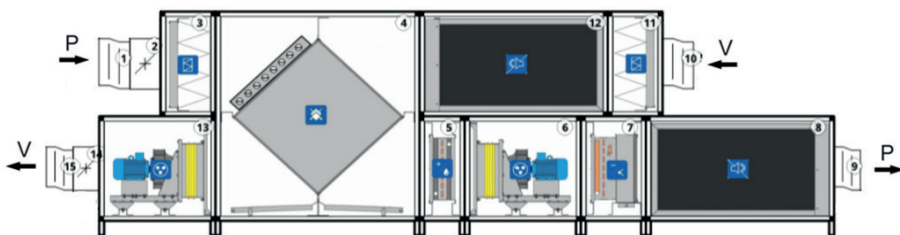

Рисунок 1
V.F - вставка гибкая фронтальная (поз. 1 рисунок 1);
KM.F - клапан ВКм фронтальный (поз. 2 рисунок 1);
C.MU.3 - фильтр укороченный карманный EU3 (поз. 3 рисунок 1);
D.6.3R - бокс водяного нагревателя трехрядного (поз. 5 рисунок 1);
A.F.ПЦ.25.0,75.2 - бокс вентилятора (поз. 6 рисунок 1);
E.2.3R.1P - бокс фреонового охладителя трехрядного, однопоточного (поз. 7 рисунок 1).
V.F - вставка гибкая фронтальная (поз. 9 рисунок 1);
H.2 - шумоглушитель (поз. 8 рисунок 1).